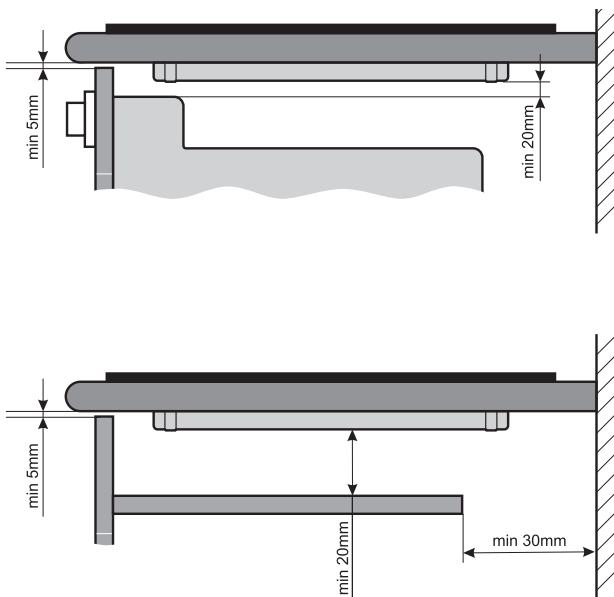

Рис.12
6. При установке панели необходимо обеспечить минимальные воздушные зазоры согласно рис. 12.